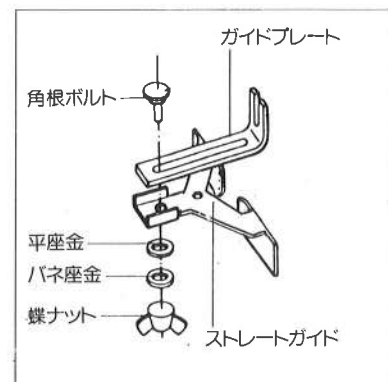

図12
- ストレートガイドにガイドプレートを重ねて、ボルトを差し込み、平座金・バネ座金を入れて蝶ナットで止めてください。(図12参照)